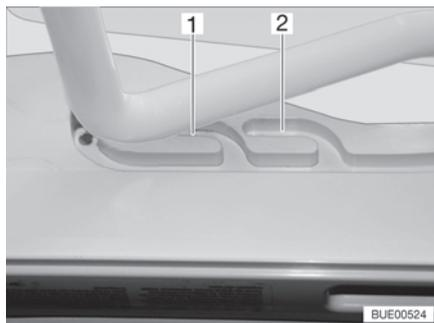
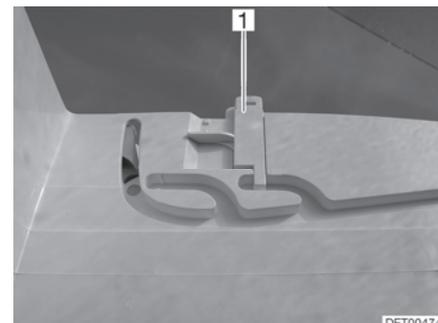

Fig. 22 Guía (posición de ventilación)
Fig. 23 Bloqueo (posición de ventilación)
La claraboya Heki se puede colocar en dos posiciones de ventilación: Posición de mal tiempo (Fig. 22,1) y posición mediana (Fig. 22,2). Según el modelo, la claraboya podrá ser bloqueada en la posición central con los dos pestillos (Fig. 23,1) a la izquierda y la derecha en el marco de la claraboya.
- Presionar el estribo ligeramente hacia arriba y empujarlo en la guía seleccionada (Fig. 22,1 ó 2) y, si fuera necesario, bloquearlo.